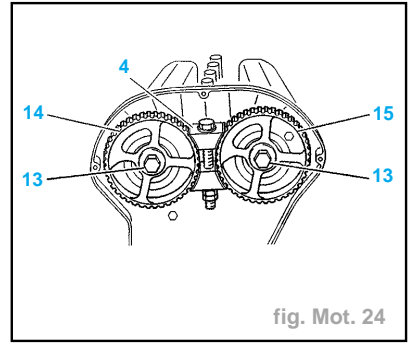

fig. Mot. 24
- Sans déposer les piges (6) :
- mettre en place l'outil (4) (réf. 0153AJ) (fig. Mot. 24)
- desserrer les 2 vis (13)
- déposer l'outil (4)
- Serrer légèrement les vis (13) à la main afin d'obtenir :